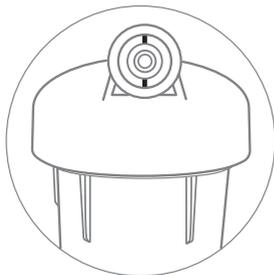
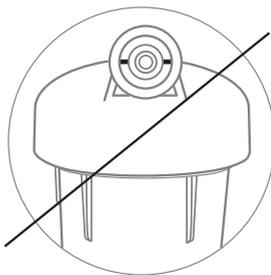

Рис. 12
Рис. 13
**Внимание! Перед подключением фильтров к водопроводу обратите внимание на положение фитинга: рис. 12 – фитинг зафиксирован в посадочном месте, рис. 13 – фитинг не зафиксирован в посадочном месте. В случае если фитинг находится в незафиксированном положении, обратитесь в сервисную службу.**